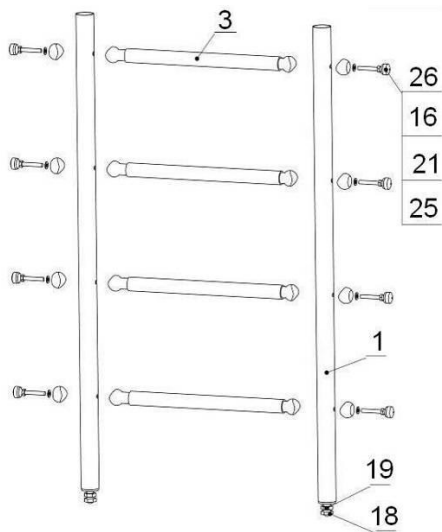

Рисунок 2
3.5 Собрать нижние стойки (поз.1) с 4 перекладинами (поз.3) используя болты (поз.16). Болты (поз.16) до упора не затягивать, болты (поз.18) вкрутить до упора. (Рис. 2)
3.6 Установить нижнюю перекладину на верхнюю часть лестницы, как показано на рис. 2.
3.7 Используя соединительную втулку (поз.8) и стыковочное кольцо (поз.28) собрать верхние стойки (поз.2) с нижней частью лестницы как показано на рис.2. При сборке используется также крепеж (поз. 21, 31) и пластиковые элементы (поз. 25, 26)